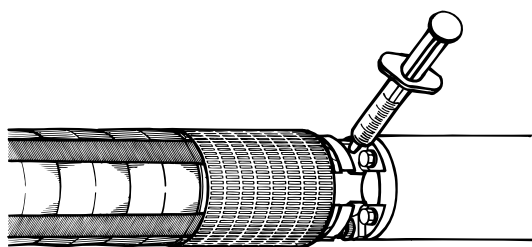

Fig. 7 Posición de la válvula de llenado
2. Presione la jeringa de llenado contra la válvula e inyecte el líquido. Consulte la fig. 7. Si el cono de la válvula se hunde demasiado, puede resultar dañado y provocar fugas en la válvula.